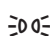

Fig. 103 Ao lado do volante: interruptor de luzes (uma variante).
- **Farol de neblina**  – **ligar**: pressionar o botão  pressionar → Fig. 103. A luz de controle no botão se acende em verde.